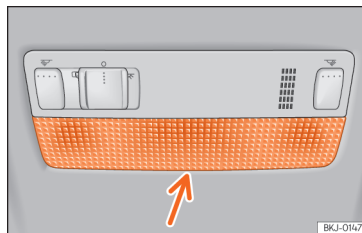

Рис. 176 Передній ліхтар індивідуального освітлення.
- Вставте тонку викрутку між корпусом і плафоном >>> **рис. 176**.